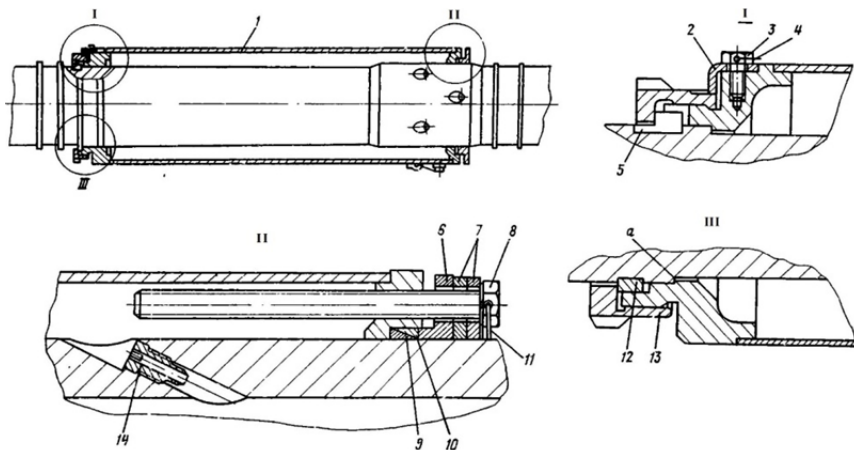

Рис. 2.4. Механизм продувания:
- снять проволоку 11 (рис. 2.4) и вывернуть болты 8;